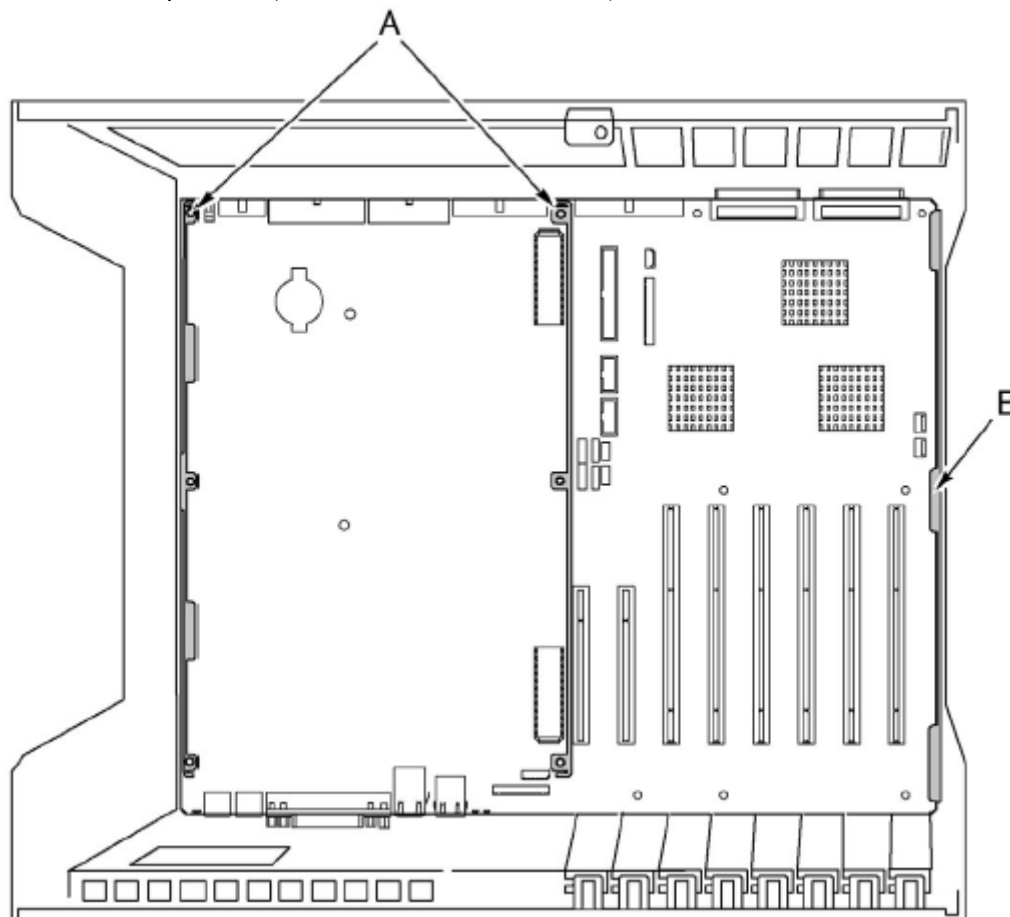

Рисунок 2
9. Удалите шесть винтов, пластиковое покрытие и две скобы платы процессора, которыми материнская плата крепится к отсеку для установки плат (рисунок 2, А).
11. По одной стороне корпуса плата установлена в слоты панели (рисунок 2, В). Приподнимите противоположную сторону платы и извлеките плату из слотов панели.
1. Выровняйте материнскую плату так, чтобы порты ввода-вывода были расположены в напротив соответствующего разъема задней части отсека для установки плат (рисунок 2), установите правую сторону материнской платы в разъем отсека для установки плат, а край платы - в соответствующие слоты панели (рисунок 2, В).
- б) шесть крепежных отверстий материнской платы (рисунок 2, В) были выровнены относительно соответствующих отверстий отсека для установки плат.